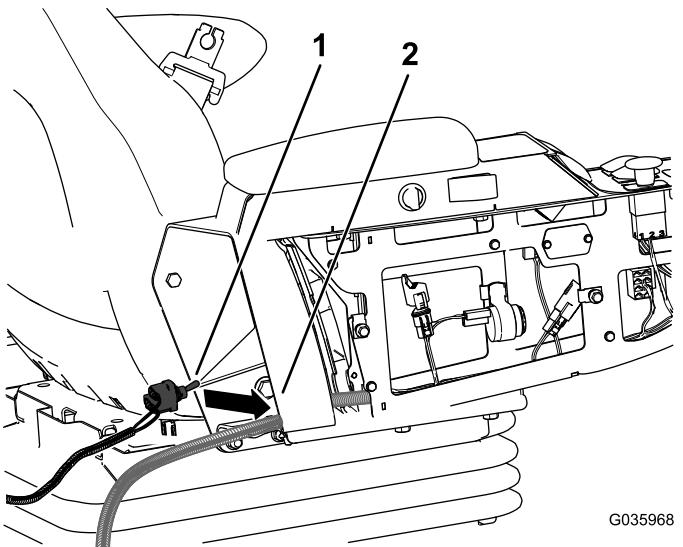

Bild 19
- Verlegen Sie den Kippschalter mit dem angeschlossenen Kabelbaum zur Rückseite des mittleren Bedienfeldes (**Bild 19**).